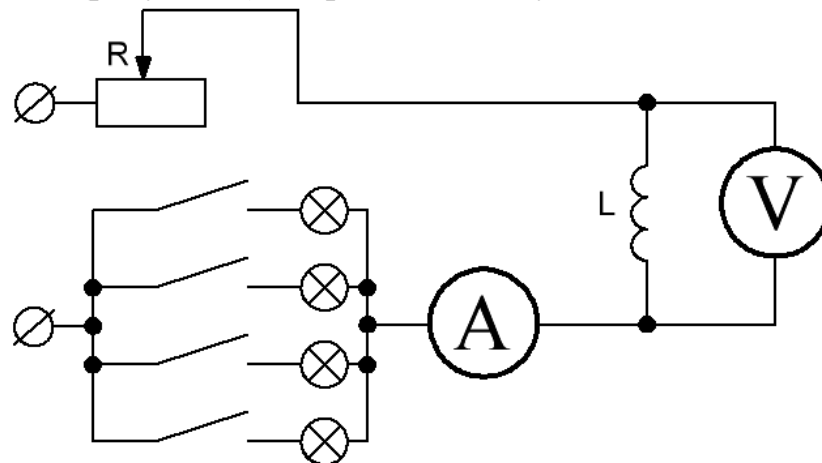

Рисунок 3 – Схема 2
4. Собрать цепь (рисунок 3). Определить цену деления используемых приборов.